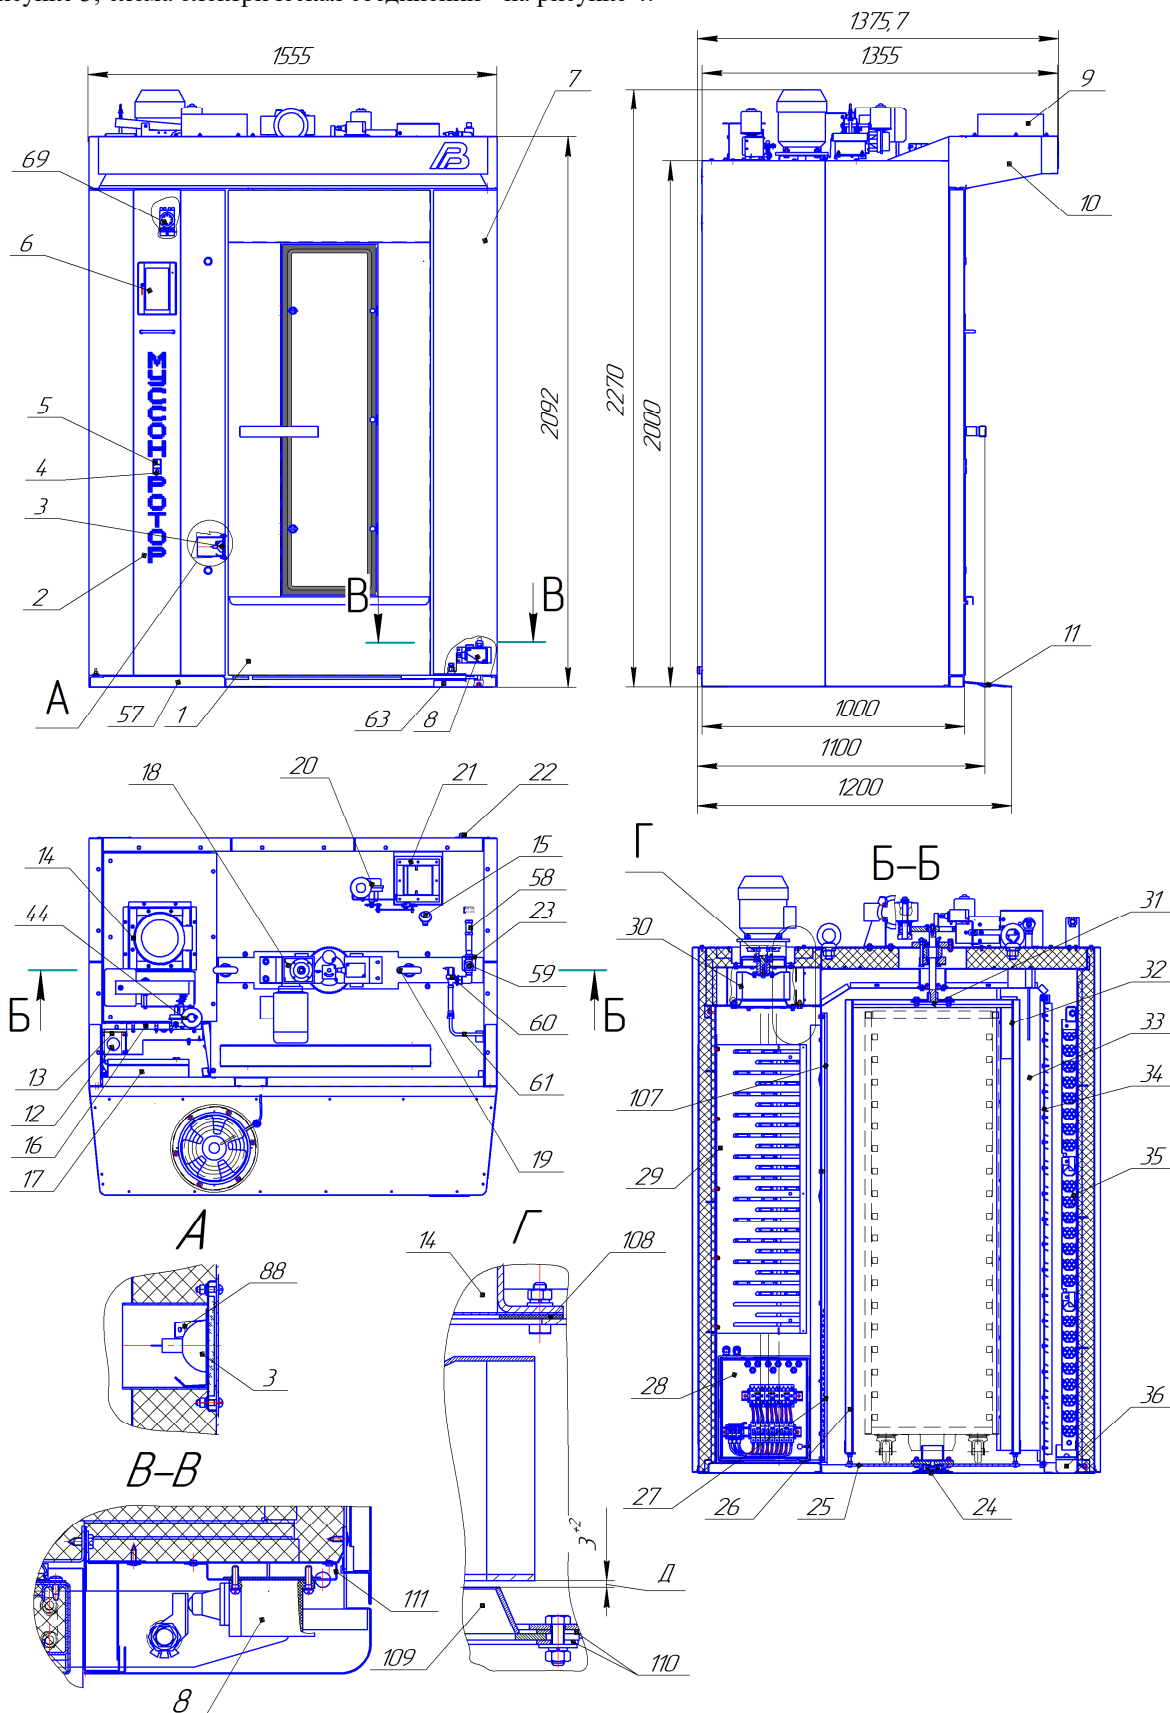

Рисунок 1 - Общий вид печи
6.2.4 Распаковать и установить на место пандус поз.11, мотор-редуктор поз.18, арматурные стержни для испарителя парогенератора, снятые для удобства транспортирования. Перед установкой пандуса, на нижнюю часть дверного проёма, на которую устанавливается пандус, нанести герметик (упакован с комплектом запасных частей). Места стыка пандуса с левой и правой стойками дверного проёма заполнить герметиком. Распаковать сенсорную панель оператора, установить на место. Распаковать галогеновые лампы поз.3 (3 штуки), установить на место и закрепить стопорными шайбами поз.88 (рисунок 1).
Установить заглушки на магнитах поз.57, 63 (закреплены на рамке поз.26) см. рисунок 1.
Выставить зазор 3-5 мм между конфузуром поз.109 и вентилятором (см. рисунок 1, вид Г, размер Д).